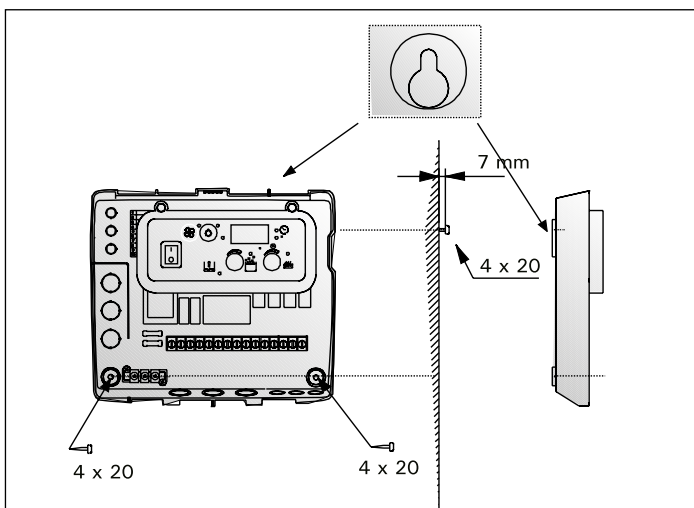

Рисунок 4. Настенный монтаж пульта
В донной части щита управления предусмотрены отверстия для трех (3) винтов, с помощью которых пульт крепится к стене. См. рисунок 4.